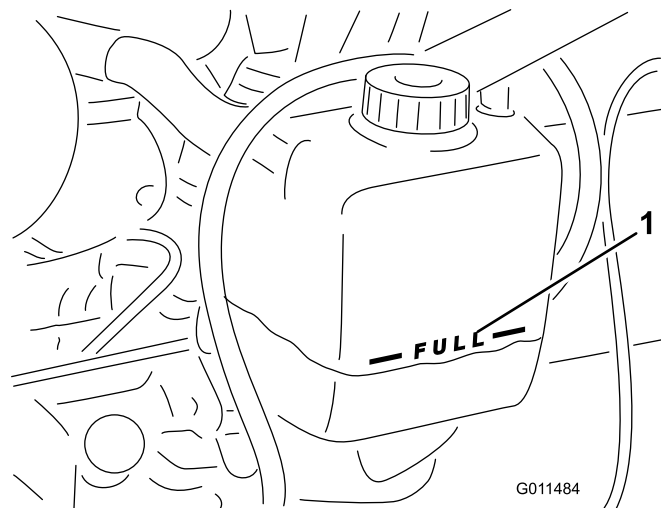

Figure 10
- Retirez le bouchon du radiateur et le bouchon du vase d'expansion avec précaution (Figure 10).